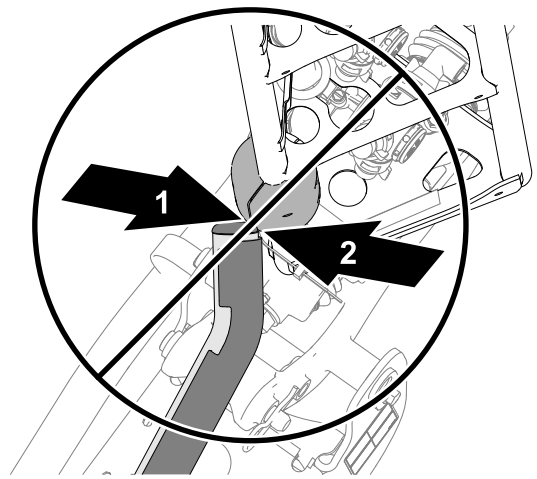
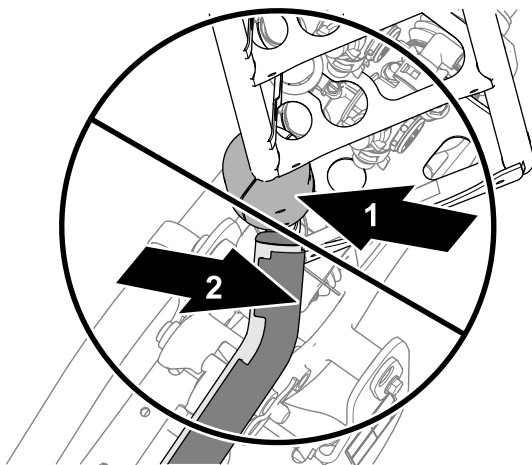
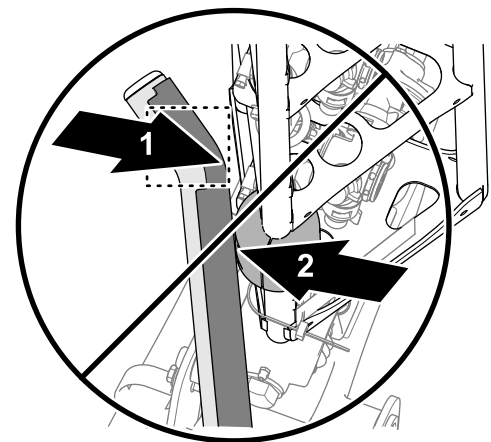

Figura 7
Figura 6
Figura 8
5. Si cualquiera de los tubos superiores está mal alineado con el tope deslizante, como se muestra en la Figura 6, la Figura 7 o la Figura 8, ajuste la posición del soporte; consulte Alineación de los soportes con los brazos exteriores (página 85).